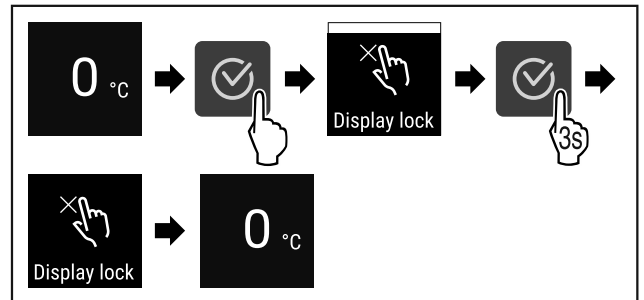

Fig. 68
- ▶ Izvedite zahtevane korake (glejte Fig. 68) .